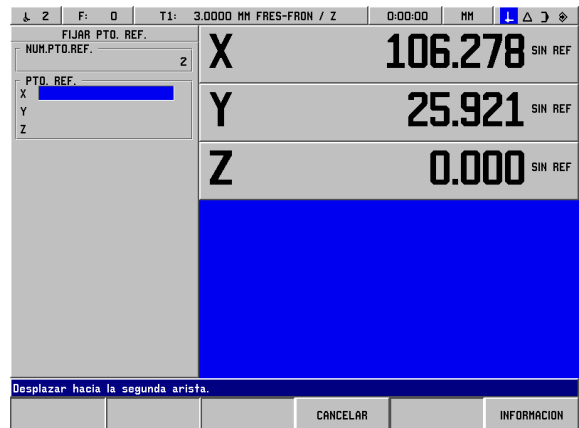
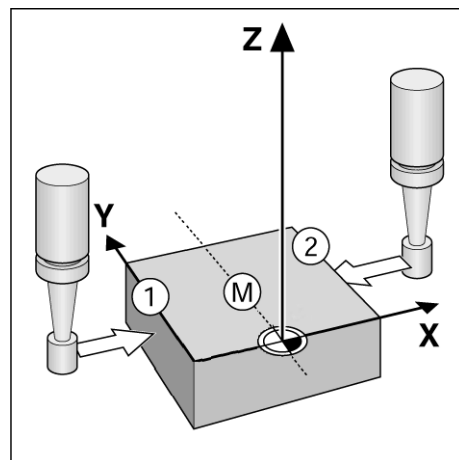

Fig. I.23 Fijar la línea central entre dos lados como línea de referencia
Fig. I.24
**Ejemplo: Fijar la línea central entre los dos lados (aristas) de la pieza como línea de referencia. Véase Fig. I.23 & Fig. I.24.**